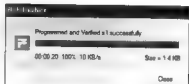

图 6-29 下载完成
(6) 程序下载结束后, 会显示如图 6-29 所示的界面。